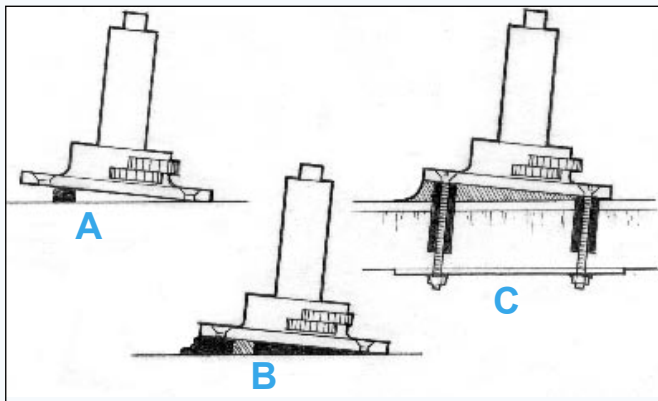

Figura 19 Sostegno della base per mezzo di piccoli blocchi - applicare una quantità sufficiente di resina addensata a stuccare il vuoto.
2. Incollare piccoli blocchi sul substrato in modo da regolare la base secondo l'altezza e la posizione desiderate (*ad es., winch base, Figura 19"A*").
4. Sistemare l'accessorio metallico appoggiandolo sui blocchi (*Figura 19"B*") e montare gli elementi di fissaggio.
5. Modellare la resina epossidica in eccesso attorno alla base nella forma di cordolo desiderata (*Figura 19"C*"). Prima di applicare un carico, lasciare catalizzare completamente la resina epossidica. Proteggere la resina epossidica dai raggi UV. (*ved. rivestimento di finitura a pagina 29*).